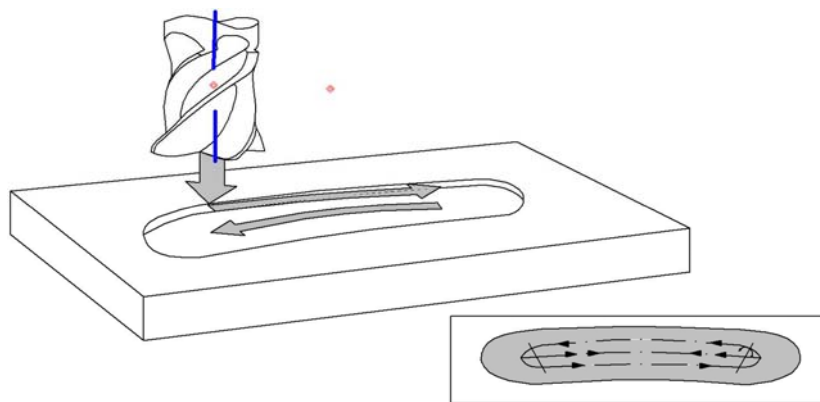

Рис. 4.71. Схема фрезерования круглого паза
1. УЧПУ позиционирует инструмент на ускоренном ходу по оси шпинделя на второе безопасное расстояние и затем перемещает его в центр правого круга. Оттуда УЧПУ позиционирует инструмент на заданное безопасное расстояние над поверхностью заготовки (рис. 4.71).